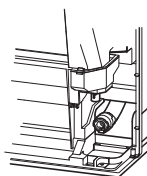

Fig. 4
- Pri vedení odtokového potrubia dbajte na to, aby bola odtoková hadica (1) vedená podľa vyobrazenia. (Fig. 4)